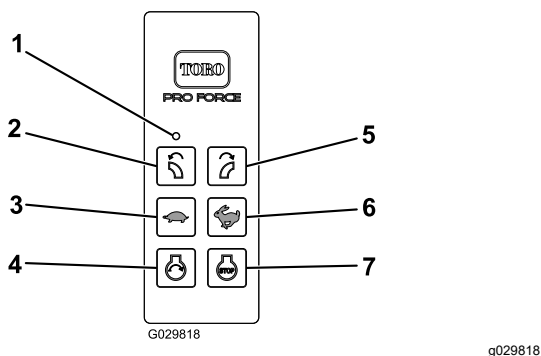

Figura 9
La luz LED indica la comunicación entre el control remoto manual y el módulo de control inalámbrico (Figura 9).
Pulse el botón PARADA DE MOTOR para apagar el motor (Figura 9).
Tras preparar la máquina para el arranque con control remoto, pulse el botón ARRANQUE DEL MOTOR para arrancar el motor (Figura 9). Consulte en Funcionamiento del motor \(página 20\) la secuencia de arranque.
Pulse el botón GIRAR TOBERA A LA IZQUIERDA o el botón GIRAR LA TOBERA A LA DERECHA para girar la tobera del soplador a la dirección que desee (Figura 9).
- Pulse el botón AUMENTAR LA VELOCIDAD DEL MOTOR (icono del conejo) para aumentar la velocidad del motor (Figura 9).